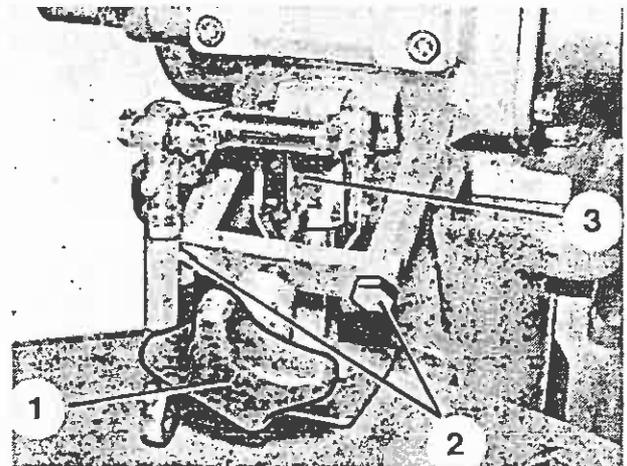

Bild 112
5. Sterngriff (Bild 112/1) einige Umdrehungen lösen, Sterngriff mit Bügel aus dem Lager (Bild 112/2) herausnehmen und Mundstück (Bild 112/3) vom Dosiergehäuse abziehen.